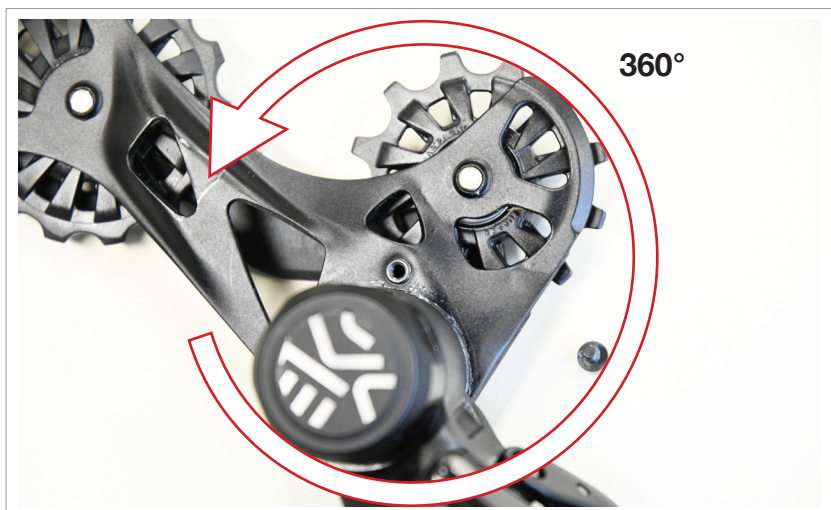

Abb.12
**10)** Belasten Sie die Feder, indem Sie den Schwenkbügel EINMAL (360°) komplett gegen den Uhrzeigersinn drehen (Abb. 12).